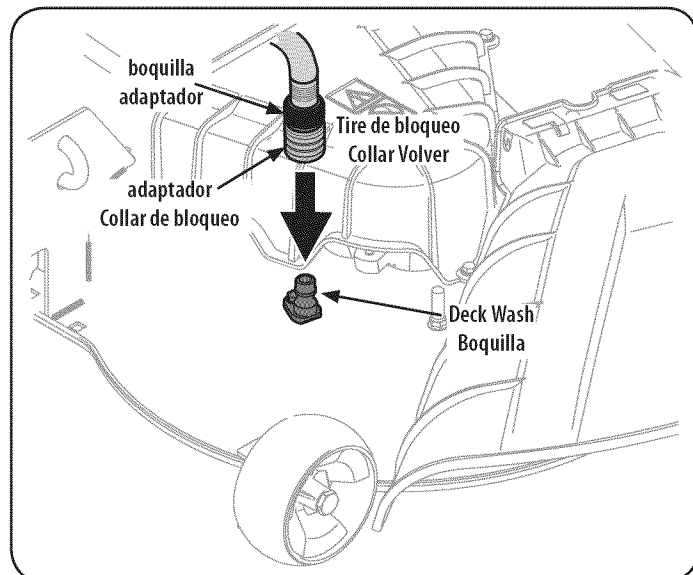

Figura 24
3. Tire hacia atrás el collarín de ajuste del adaptador del pico y empuje el adaptador hacia el pico de lavado de plataforma del extremo izquierdo de la plataforma de corte. Suelte el collarín de ajuste para trabar el adaptador en el pico. Consulte la Figura 24.